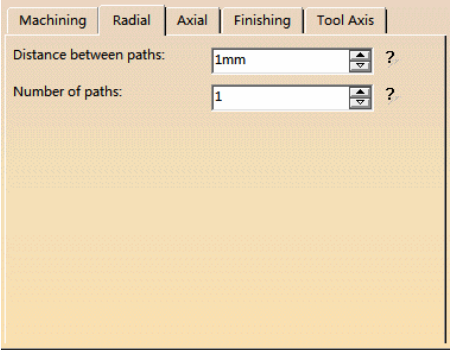

图 7-123 “Radial” 选项卡 (2)
- 在 “Radial” 选项卡 (2) 的 “Number of paths” 文本框中输入 “1”，其他参数如图 7-123 所示。